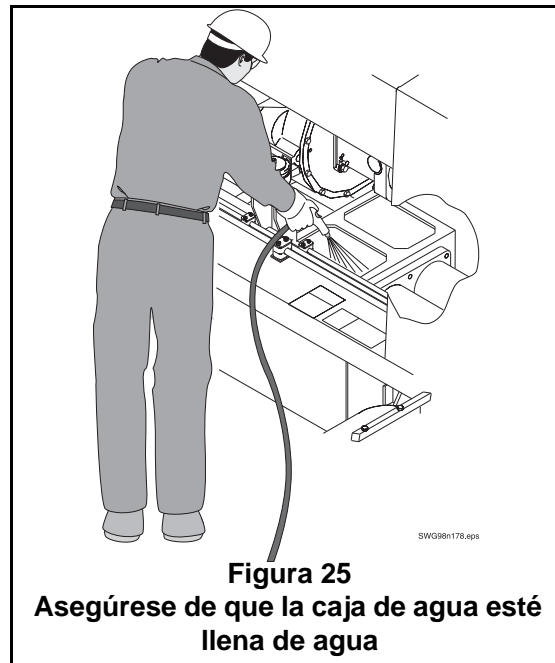

Figura 25
- Llene la caja de agua con agua, si es que todavía no está llena (Figura 25).